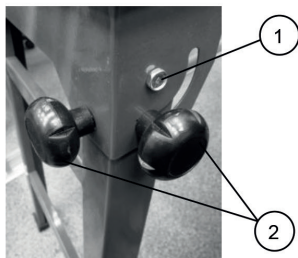

Рис. 2
2. Прикрутите опорные стойки к плиткорезу, используя болты (рис. 2, поз. 1). В этом положении стойки могут складываться для транспортировки и хранения.
3. Зафиксируйте опорные стойки в рабочем положении с помощью винтов фиксации опорных стоек (рис. 2, поз. 2).